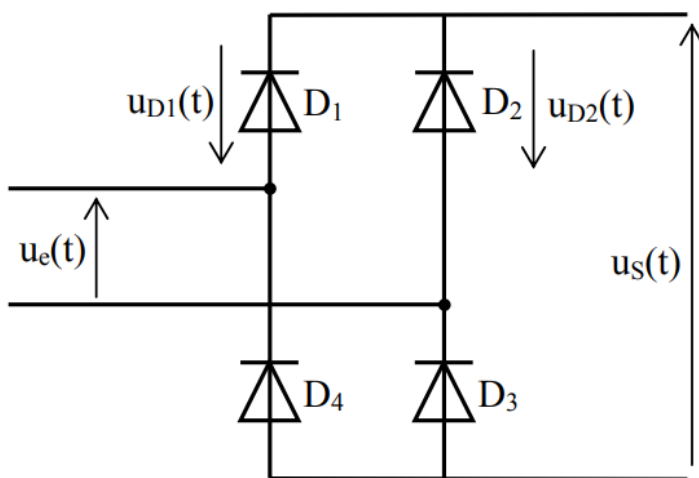

Fig.4 : schéma structurel du premier convertisseur (pont de Graetz)
2.2.1 Le convertisseur n° 1 est un pont de Graetz dont le schéma structurel est donné ci-dessous (fig.4).